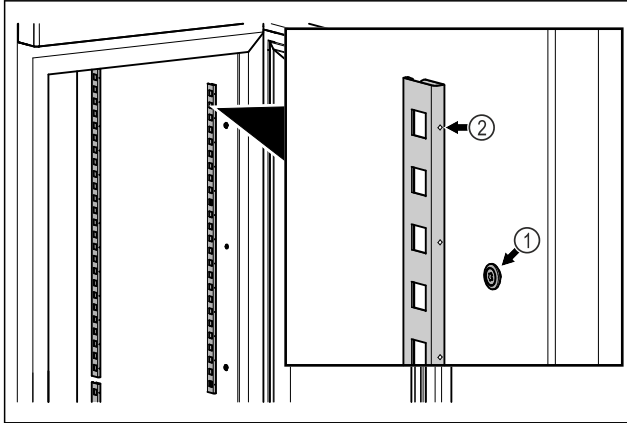

Fig. 79 Simbolična slika
- ▶ Zagozdne letve obesite na Fig. 79 (1) obešalni element. Oznaka Fig. 79 (2) mora biti obrnjena naprej.